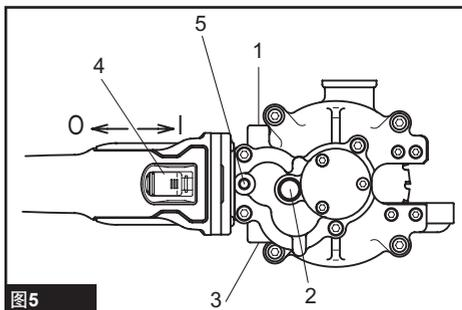

图5
► 图5： 1. 把手位置（平行/左侧） 2. 锁定按钮 3. 把手位置（平行/右侧） 4. 开关 5. 把手位置（垂直/上侧）